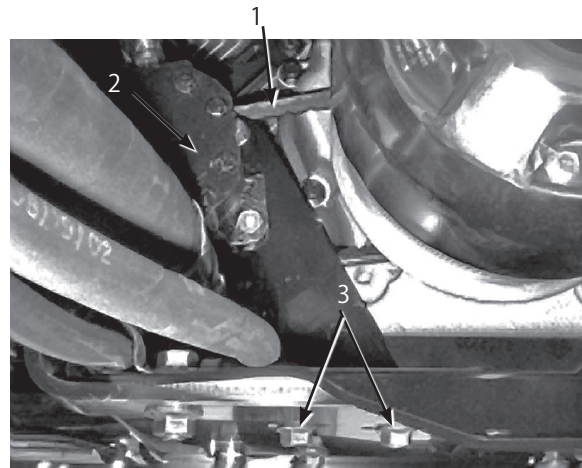

図54
2. ポンプ固定ボルト (図54) をゆるめる。
7. タンク前面下のホース（図54）を接続する。